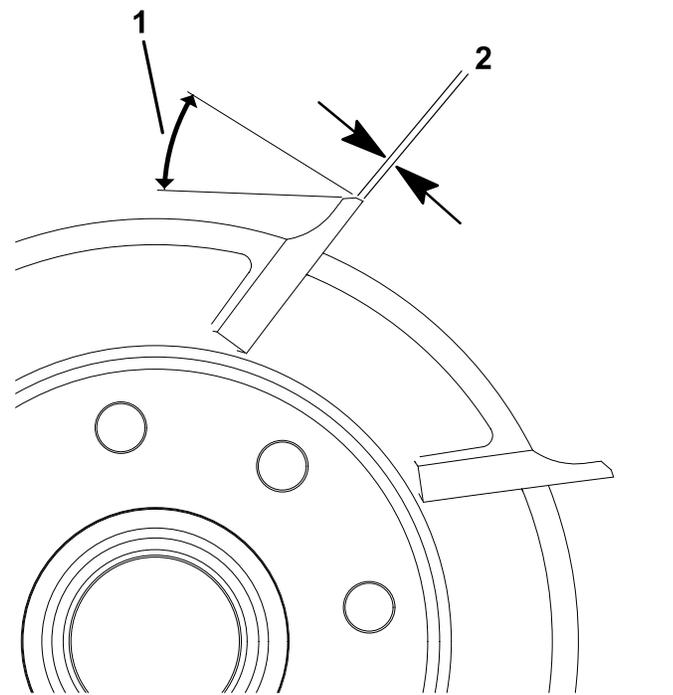

Figura 27
1. Afile todas las cuchillas con un rebajo de 30° hasta que la anchura de la superficie de incidencia sea de 0,8 mm (Figura 27).